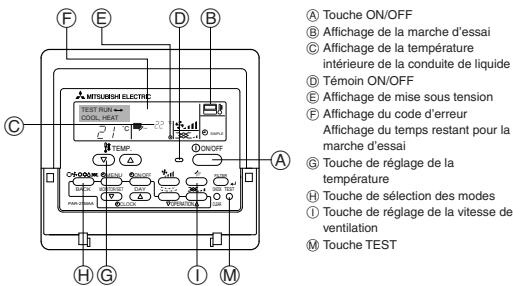

Fig. 7-1
7.2.1. Utilisation de la télécommande filaire (Fig. 7-1)
- ① Mettre l'appareil sous tension au moins douze heures avant l'essai de fonctionnement.
- ② Appuyer deux fois sur la touche [TEST] (ESSAI). ➔ Affichage à cristaux liquides "TEST RUN" (ESSAI DE FONCTIONNEMENT)
- ③ Appuyer sur la touche [Mode selection] (Sélection Mode). ➔ Vérifier si la soufflerie fonctionne.
- ④ Appuyer sur la touche [Mode selection] (Sélection Mode) et passer en mode refroidissement (ou chauffage). ➔ Vérifier si la soufflerie souffle de l'air froid (ou chaud).
- ⑤ Appuyer sur la touche [Fan speed] (Vitesse soufflerie). ➔ Vérifier si la vitesse de la soufflerie change.
- ⑥ Vérifier le bon fonctionnement du ventilateur de l'appareil extérieur.
- ⑦ Arrêter l'essai de fonctionnement en appuyant sur la touche [ON/OFF] (Marche/Arrêt). ➔ Arrêt
- ⑧ Enregistrez un numéro de téléphone.